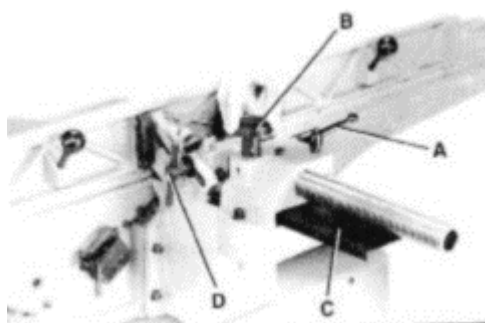
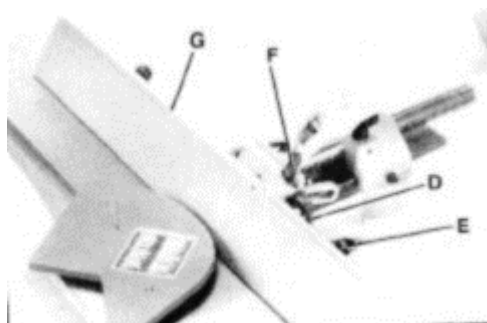

Рис. 38 Использование ограждения
Рис. 39
1. Для перемещения ограждения по столу ослабьте фиксирующую ручку (А), Рис. 38, и поверните ручку (В) соответствующим образом, пока ограждение не окажется в желаемом положении; затяните фиксирующую ручку (А).
Когда ограждение перемещается по столу, ограждение фрезерной головки (С), Рис. 38, выступает за ножи в задней части ограждения для безопасности оператора. **ПРИМЕЧАНИЕ:** Фиксирующая ручка (А), Рис. 38, имеет пружинную фиксацию и переставляется на зубчатую гайку, расположенную под втулкой ручки.
2. Для наклона ограждения внутрь или наружу ослабьте фиксирующую ручку (D), Рис. 38. Удерживая ручку наклона ограждения (E), Рис. 39, поверните откидной упор (F) и наклоните ограждение внутрь или наружу на желаемый угол и затяните фиксирующую ручку (D).